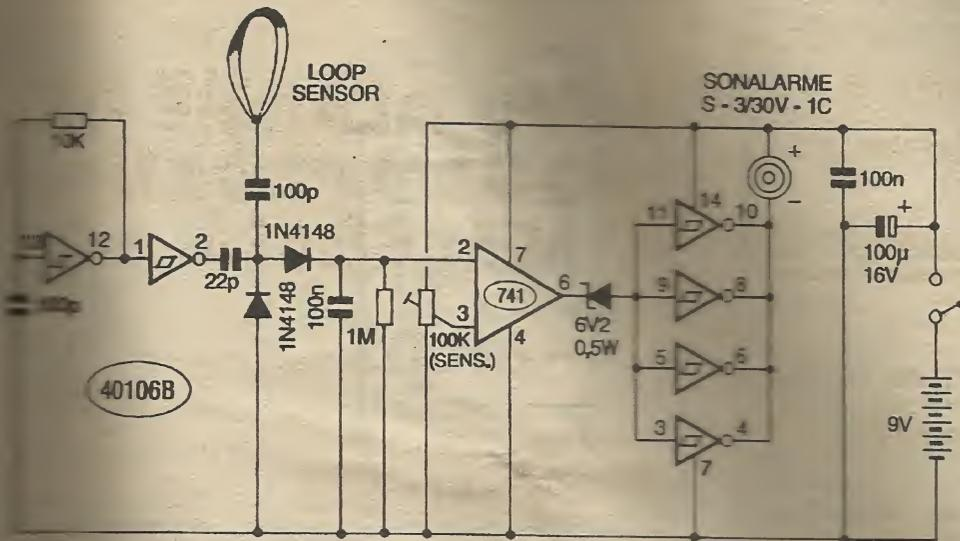

Fig. 1
- FIG. 1 - DIAGRAMA ESQUEMÁTICO DO CIRCUITO - As várias funções ativas do circuito foram distribuídas a dois integrados muito comuns, de baixo preço: um 40106, da família CMOS, contendo seis simples inversores com função Schmitt Trigger, e um 741, um Amplificador Operacional linear, versátilíssimo. Os dois *gates* do 40106 são ativados pelos pinos 1-2 e 12-13 formando o ASTÁVEL que trabalha em frequência relativamente elevada, já na faixa de  $95\text{ kHz}$  (determinada pelos valores do capacitor de  $100\text{ pF}$  e resistor de  $10\text{ K}$ ). Os pulsos rápidos assim gerados, são encaminhados via capacitor de  $22\text{ pF}$  a um bloco retificador composto por dois diodos 1N4148, que, em nível de tensão C.C. pulsada, usará para carregar o capacitor de  $100\text{ nF}$ . Este bloco funciona como filtro e estabilizador, alimentando na sua placa superior uma referência C.C. positiva e estável (capacitor a oscilação no